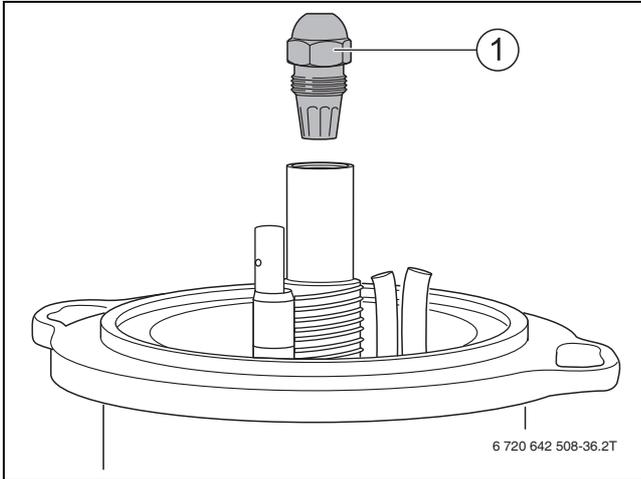

Bild 39 Düse abschrauben
- ▶ Düse abschrauben (→ Bild 39, Seite 25).